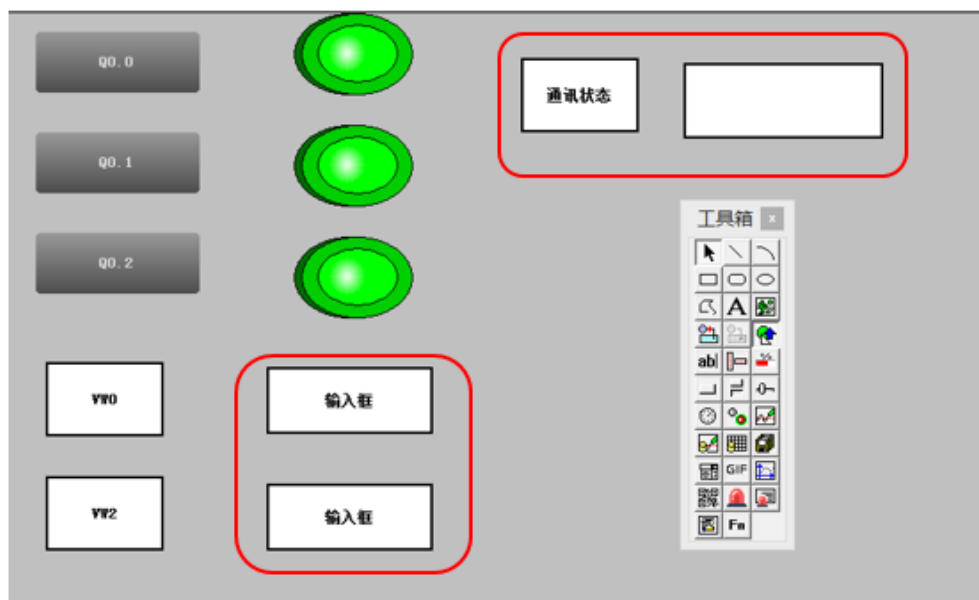

图 4.3.7
①按钮：从工具箱中单击选中“标准按钮”构件，在窗口编辑位置按住鼠标左键，拖放出一定大小后，松开鼠标左键，绘制一个按钮构件在窗口画面中。双击该按钮打开“标准按钮构件属性设置”对话框，在基本属性页中将“文本”修改为 Q0.0，点击确认按钮保存。按照同样的操作分别绘制另外两个按钮，文本修改为 Q0.1 和 Q0.2。
②指示灯：鼠标单击工具箱中的“插入元件”按钮，打开“对象元件库管理”对话框，选中图形对象库指示灯中的一款，点击确认添加到窗口画面中。并调整到合适大小，同样的方法再添加两个指示灯，摆放在窗口中按钮旁边的位置。
③标签：单击选中工具箱中的“标签”构件，在窗口按住鼠标左键，拖放出一定大小的标签。双击进入该标签弹出“标签动画组态属性设置”对话框，在“扩展属性”页，在“文本内容输入”中输入 VW0，点击确认。同样的方法，添加两个标签，文本内容分别输入 VW2 和通讯状态，再添加一个标签，放在通讯状态标签旁边，文本内容为空白。
④输入框：单击工具箱中的“输入框”构件，在窗口按住鼠标左键，拖放出两个一定大小的输入框，分别摆放在 VW0，VW2 标签的旁边位置。如图 4.3.7 示。